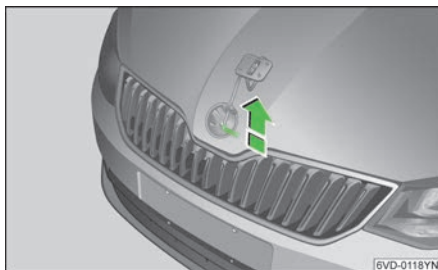

图 138
- 略微抬起发动机舱盖，沿箭头方向拨动锁钩，使锁钩脱开，» 图 138。